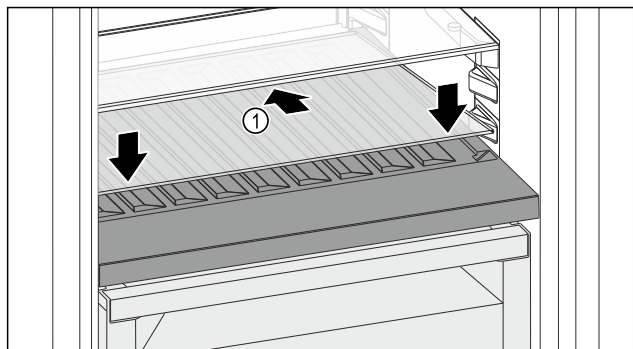

Fig. 176
- ▶ 向后下方倾斜放置玻璃隔板 Fig. 176 (1)。
- ▶ 放低玻璃隔板 Fig. 176 (1) 前部。